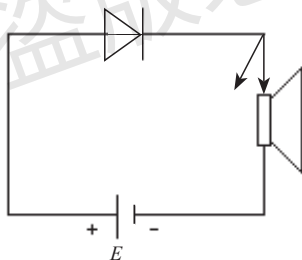

图1-3 用电池和扬声器判别二极管的正、负极
⑤ 用电池和扬声器来判别二极管的正、负极。如图1-3所示，将一节电池和一个扬声器（或耳机）与被测二极管构成串联电路，然后将二极管的一端引线断续触碰扬声器，再把二极管倒头再测一次。以听到“咯咯”声较大的一次为准，与电池正极相接的那一根引线为正极，另一根为负极。